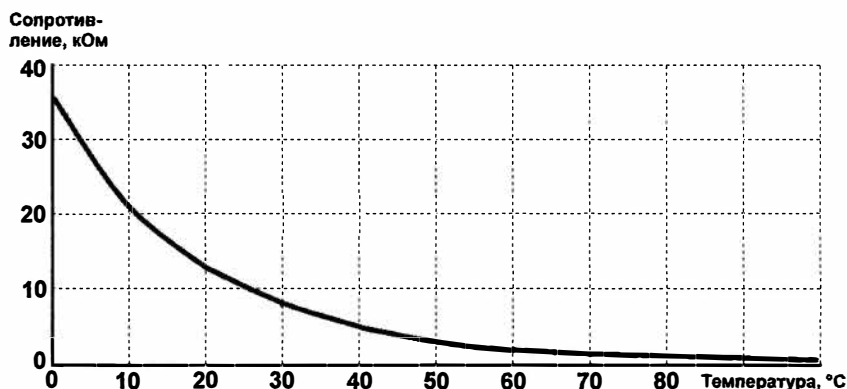

Рис. 13.1. Температурная характеристика NTC-термистора
График, соответствующий уравнению (1), построенный по данным для конкретного термистора B57164-K 103-J с номинальным сопротивлением 10 кОм при 25 °С, приведен на рис. 13.1, а числовые данные, по которым он построен, сведены в табл. 13.1. Из графика мы видим, что крутизна характеристики термистора с повышением температуры снижается (ее значения приведены в третьей колонке таб-